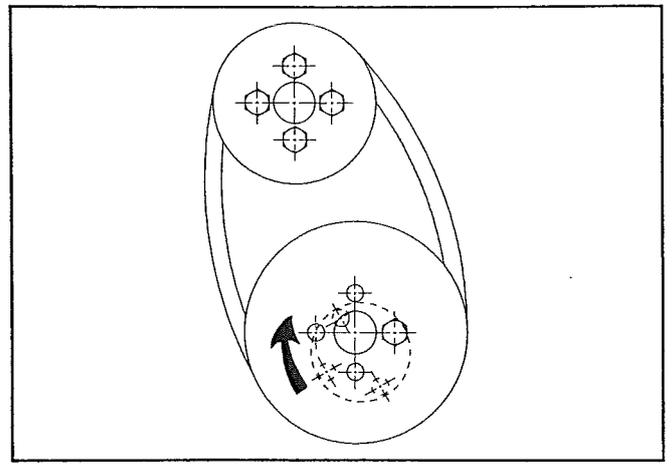

Fig.2
**Fig.2** Bei Drehzahl - Umstellung bzw. Keilriemensersatz die Keilriemen wie folgt montieren: Die untere Riemenscheibe gemäß Skizze mit nur einer Schraube montieren und die Keilriemen auflegen. Durch drehen eines der Rotoren die Nabe so viel weiterdrehen, daß die drei übrigen Schrauben montiert werden können, Schrauben mit 8 kpm festziehen.